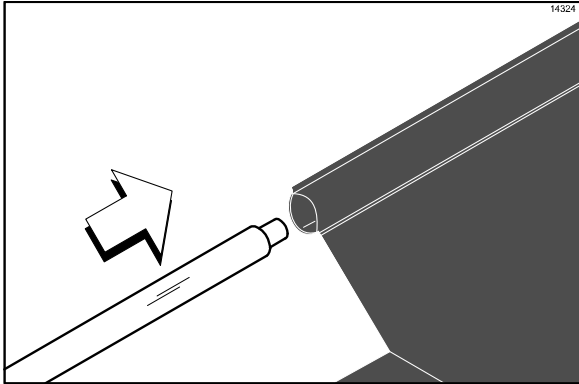

Figure 8
1. Glisser la barre de retenue des feuilles de protection dans la boucle de la feuille de protection (Cf. Figure 8).